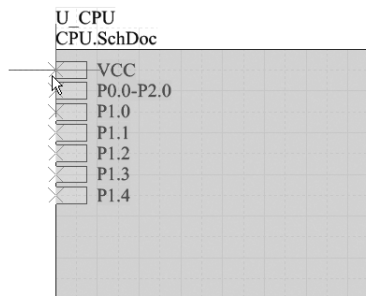

图 15-32 生成随光标移动的子原理图符号
(4) 选中该对话框中的任一子原理图，然后单击“OK”（确定）按钮，系统将在“汉字显示屏电路.SchDoc”原理图中生成该子原理图所对应的子原理图符号。执行上述操作后，在“汉字显示屏电路.SchDoc”原理图中生成随光标移动的子原理图符号，如图 15-32 所示。